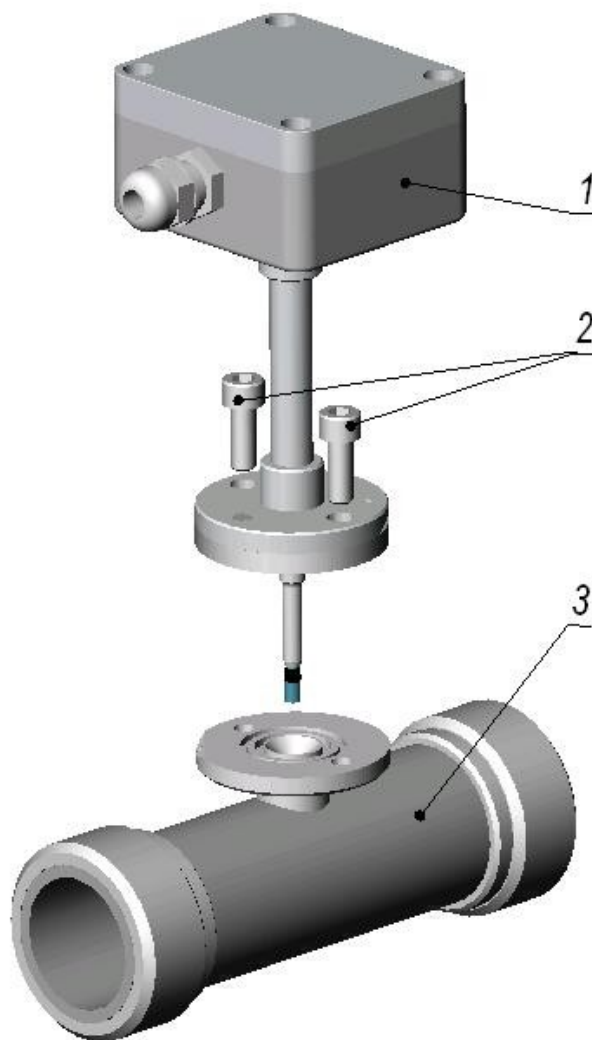

Рис.1
1. Открутить и снять винты Поз.2 , см. Рис.1